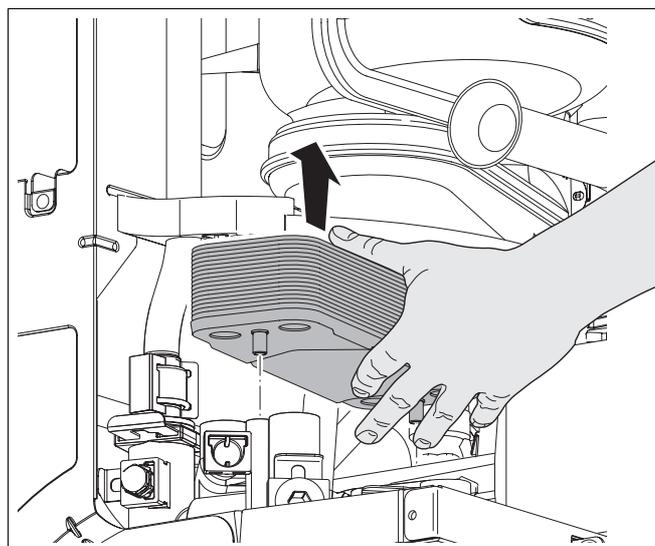

Fig. 44 Enlever l'échangeur thermique à plaques
- Enlever l'échangeur thermique à plaques (fig. 44).